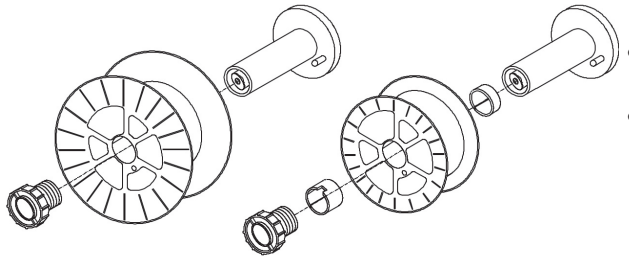

Bild 4
- Lösen Sie die Mutter vom Drahtspulenhalter (Bremse). (Bild 4)
- Entfernen Sie den Plastikschutz von der Spule (4) und stecken Sie die Drahtspule auf dem Spulenhalter.
- Montieren Sie auch die Abstandstücke der Zeichnung Bild 4 entsprechend mit Spulen von 5Kg. Befestigen Sie nun die Mutter.